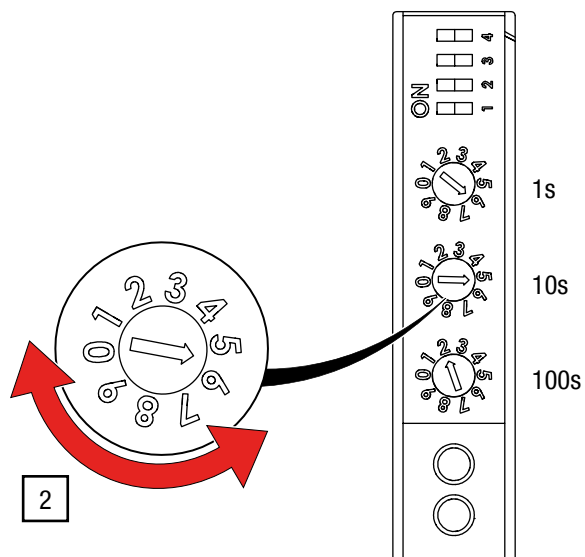

Abb. 107: Drehrädchen zur Einstellung der DMX-Adresse an Steuerung G-FRAME
2. Drehen Sie die Einstellräder für die DMX-Kanäle bei den drei Einstellrädern (1er, 10er und 100er-Stellen) mit einem Schraubendreher auf die gewünschte Ziffer (siehe Abb. 107).
Im Beispiel in Abb. 107 ist beispielhaft die DMX-Adresse 256 eingestellt. Die Schiebeschalter 1–4 („dipswitches“) bleiben ausgeschaltet („off“).